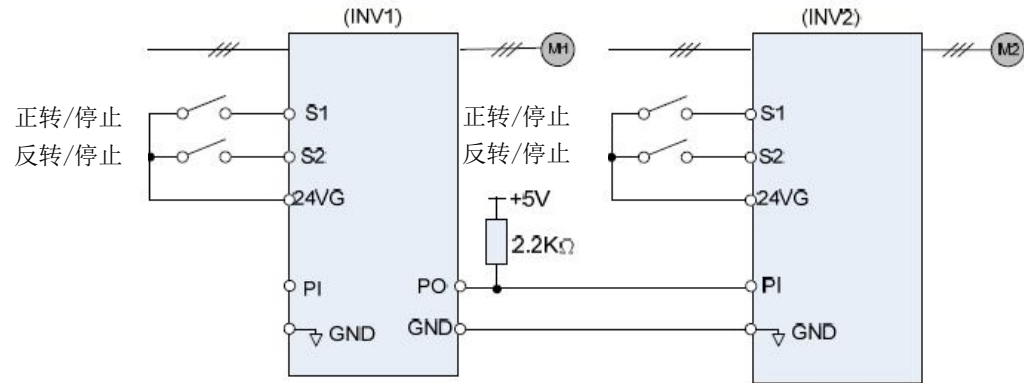

图 4.3.29 2个变频器连结操作
- 关于使用2个变频器作为“追踪”或同步化操作，参照图4.3.29。